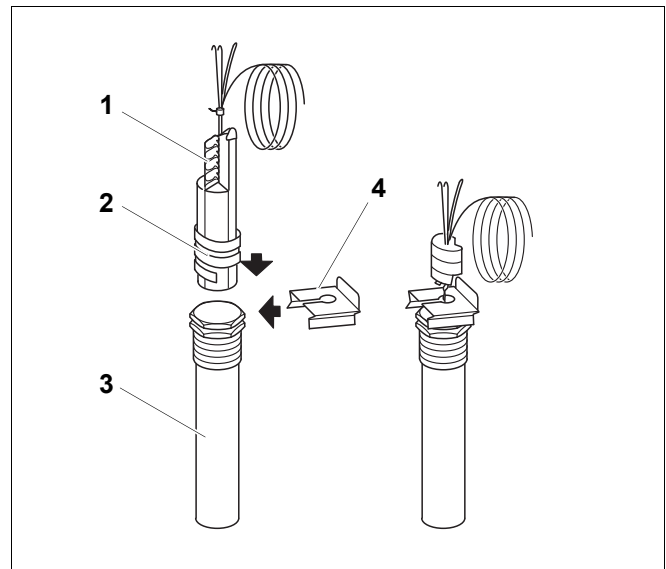

Рис. 20 Капиллярные трубки с датчиком и погружной гильзой
- Пластмассовая спираль (рис. 20, поз. 2) для прижатия датчиков друг к другу при установке автоматически сдвигается назад. Чтобы создать контакт между гильзой (рис. 20, поз. 3) и поверхностями датчиков и обеспечить надежную передачу температуры, необходимо вставить между датчиками компенсационную пружину (рис. 20, поз. 1).
- Наденьте фиксатор датчиков сбоку или сверху на оголовок гильзы (рис. 20, поз. 4).
Экспликация к рис. 20